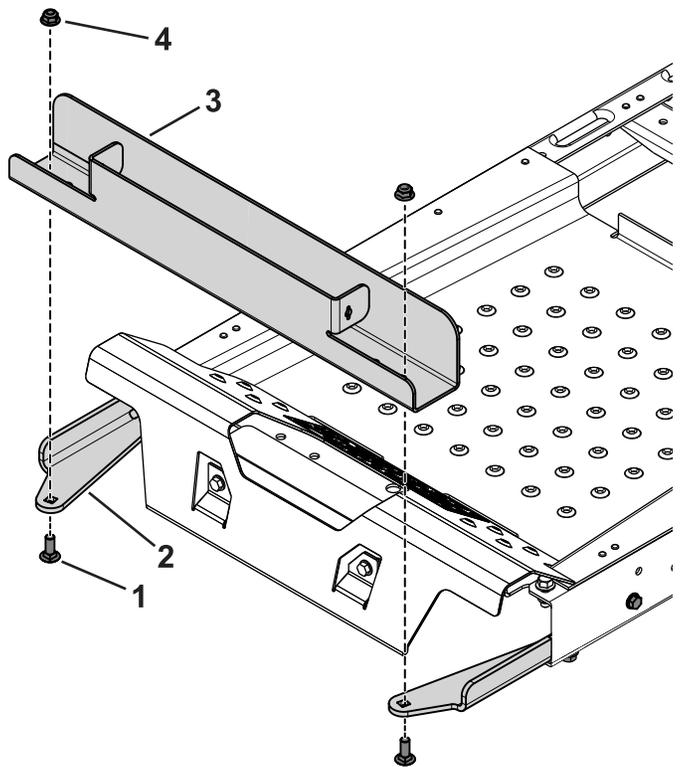

Bild 4
3. Befestigen Sie das Ballastfach mit den zwei Schlossschrauben (3/8" x 1") und Bundmuttern an den Befestigungen (Bild 4).